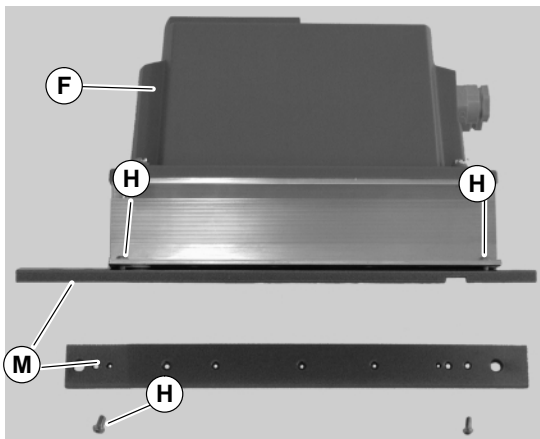

Abbildung 7
2. Installationsträger (M auf Abbildung 7) am Frequenzumrichter (F) mit Schrauben befestigen (H).